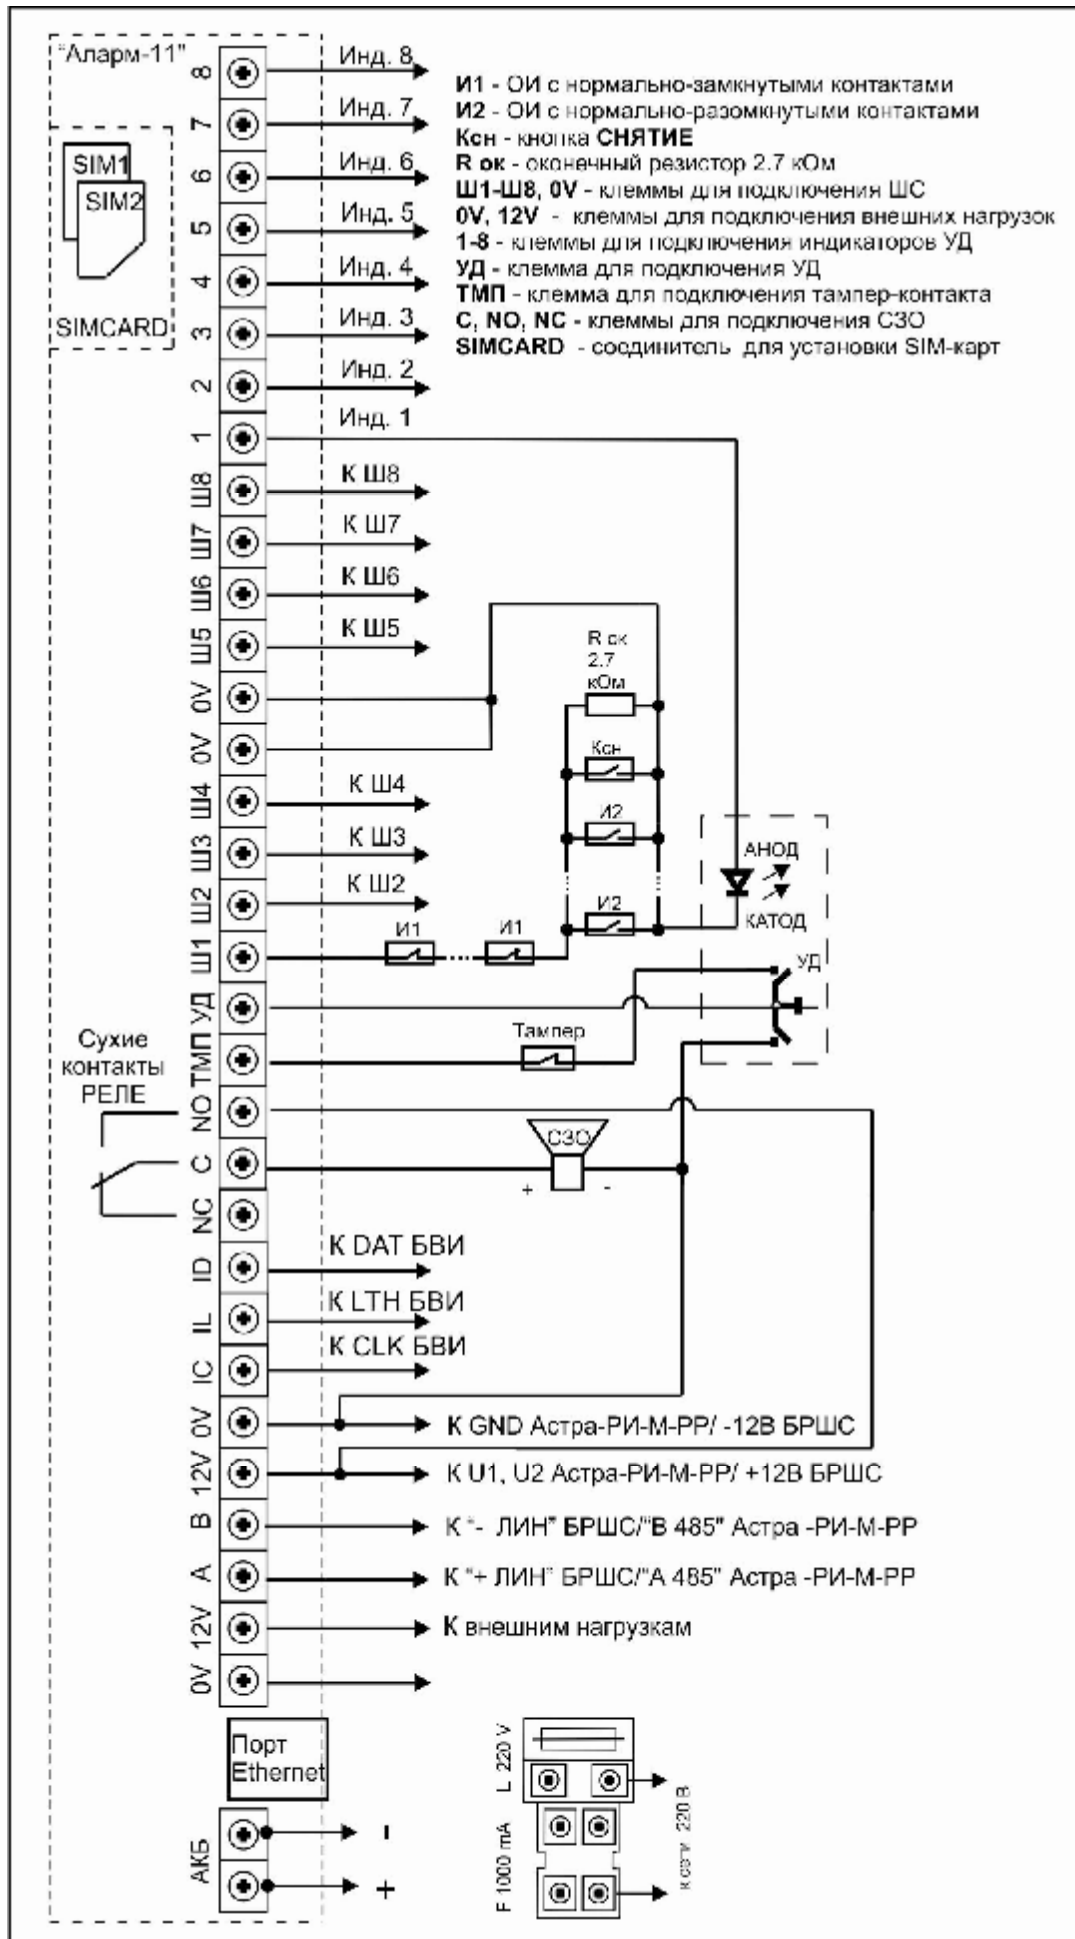

Рисунок 5. Схема подключения прибора
2.1.2.4 Все входные и выходные цепи подключаются к прибору с помощью клеммных колодок, расположенных внутри прибора на корпусе и плате (рисунок 5).
- присоединить все входные и выходные цепи к клеммным колодкам прибора в соответствии со схемой подключения (рисунок 5);